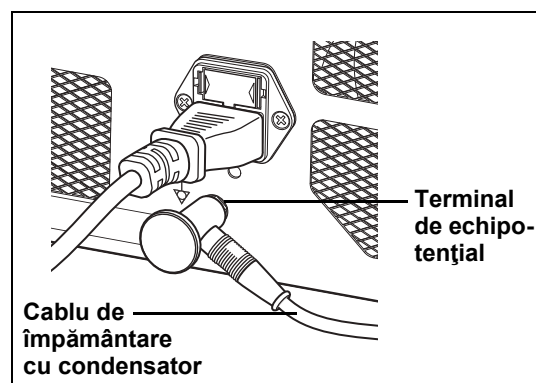

Figura 3.5
- 1** Conectați cablul de împământare cu condensator OL-Z4 la terminalul de egalizare a potențialului, aflat pe procesor. (Consultați Figura 3.5.)